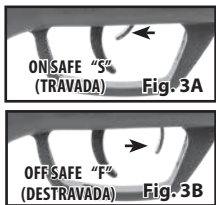

Fig. 2
3. REVISÃO DOS PONTOS DE PINÇAMENTO (FIG. 2)
ADVERTÊNCIA: SEMPRE MANTENHA SEUS DEDOS LONGE DA ALAVANCA DE ACIONAMENTO (FIG. 2). SEGRE O CANO AO ARMAR E FECHER PARA PREVENIR QUE VOLTE PARA TRÁS E POSSIVELMENTE CAUSE FERIMENTOS GRAVES.